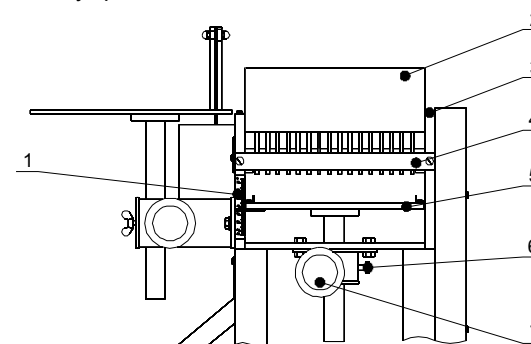

Рис. 6. Рейсмусование пиломатериалов
7.5. Рейсмусование пиломатериалов на станках моделей СД-3-00, СД-3-02, СД-3-03 (рис. 6).